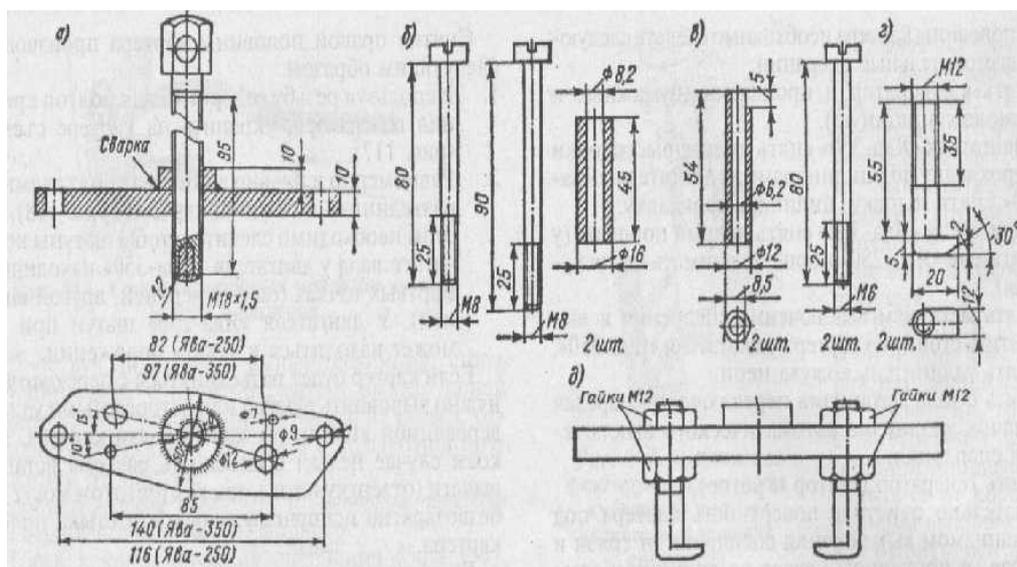

Рис. 117. Универсальный съемник:
9. При помощи съемника (см. рис. 117) снять звездочку с цапфы коленчатого вала.
1. Используя резьбу отверстий для болтов крепления генератора, укрепить на картере съемник (рис. 117).